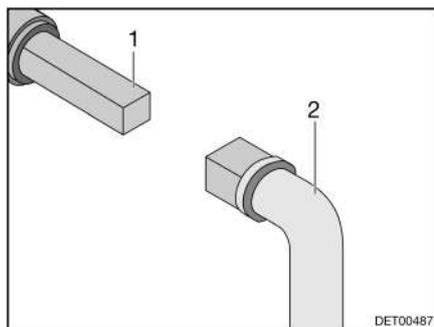

Fig. 82 Manejo del grifo para la eliminación de aguas residuales
- Insertar la llave (Fig. 82,2) en el cuadrado (Fig. 82,1).